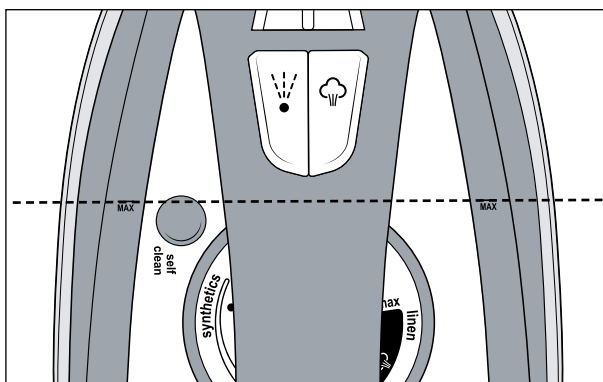

Fig. 1
- 3) À l'aide du gobelet mesureur **12**, remplissez le réservoir d'eau  **2** au maximum jusqu'au repère **MAX** (voir fig. 1).